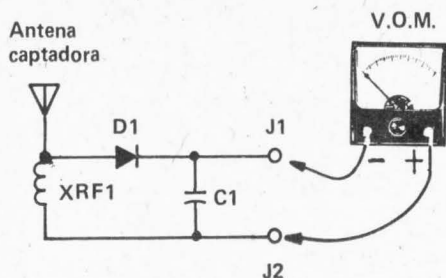

FIG. 1 — Diagrama esquemático do indicador de saída e medidor de intensidade de campo bem como sua ligação a um multimetro comum.
CH5 2 pólos x 2 posições); outro controle regula o volume de áudio ao transmissor. Este controle não está indicado no circuito da Fig. 1; ele faz parte do circuito do compressor, e é indicado na Fig. 2, sob a designação R20.
8) **Chave Gravador Liga/Desliga** — idem. Não está indicada no circuito da Fig. 1.
O diagrama esquemático do instrumento está representado no Fig. 1, bem como mostradas as suas conexões com o V.O.M. (este com sua chave seletora de funções comutada para a medição de microampêres, ou miliampêres, como veremos adiante).